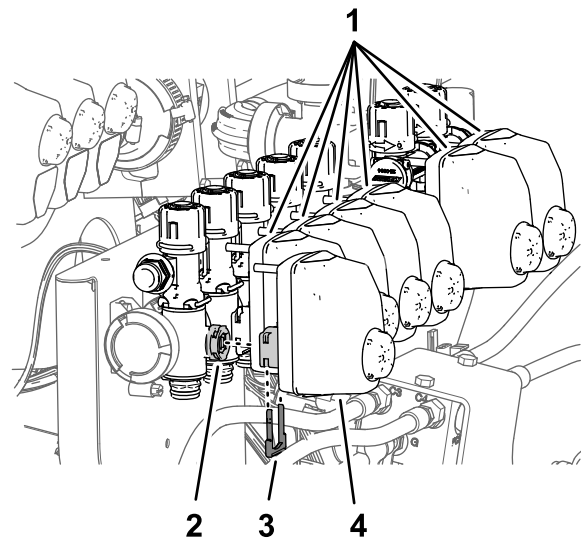

Рисунок 99
- Снимите держатели, которые крепят приводы клапанов к клапанам сопел с 1 по 7 (Рисунок 99).
- Снимите приводы клапанов с клапанов сопел с 1 по 7 (Рисунок 99).
10. Установите приводы клапанов на клапаны сопел с 1 по 7 (Рисунок 99) с помощью держателей, снятых при выполнении пункта 1.